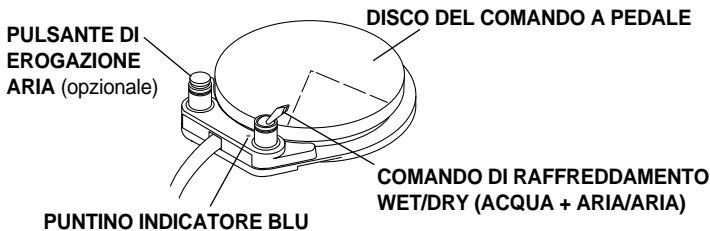

Figura 5. Comando a pedale
Il comando a pedale è dotato di un comando di raffreddamento wet/dry (acqua + aria/aria) e, opzionalmente, di un pulsante di erogazione aria (vedere la Figura 5).
3. Posizionare il comando di raffreddamento wet/dry, sul comando a pedale (vedere la Figura 5 a pagina 5) su OFF, dalla parte opposta rispetto al puntino indicatore blu.
3. Posizionare il comando di raffreddamento wet/dry, sul comando a pedale (vedere la Figura 5 a pagina 5) su ON, verso il puntino indicatore blu.